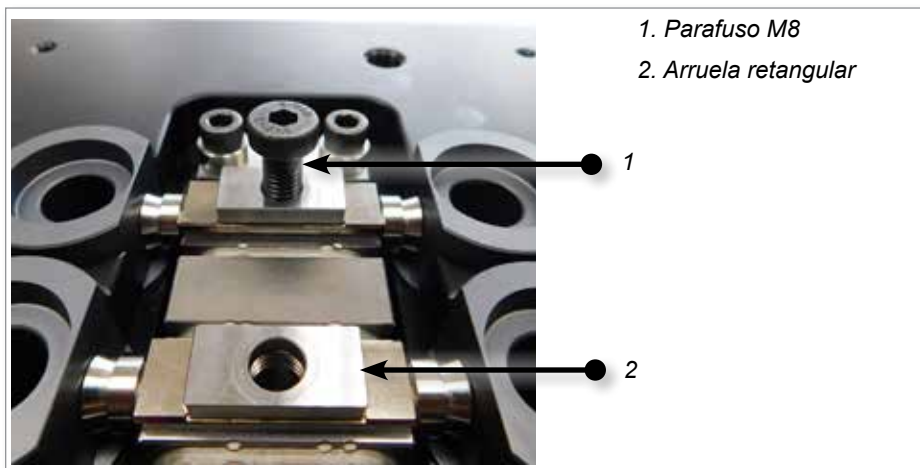

Figura 5-105 Instale a arruela retangular e o parafuso
2. Insira a arruela retangular e o parafuso M8 no bloco de fusão. Aperte o parafuso com um torque de 27 Nm (20 pés-lb). Veja a Figura 5-105.